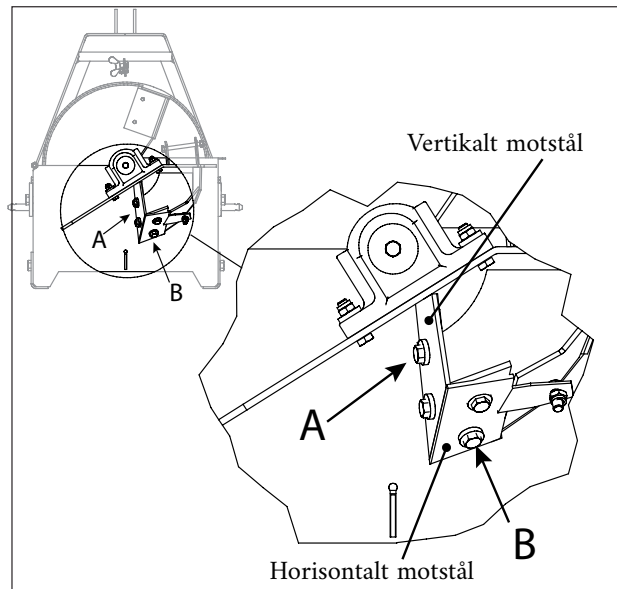

Fig. 16 Motstålets festeskruer
Flishoggeren har både horisontale og vertikale motstål. Løsne skruene (A) og (B) (M12) for å demontere motstålene. Festeskruen for det horisontale motstålet er å finne under materåpningen. Fig. 16